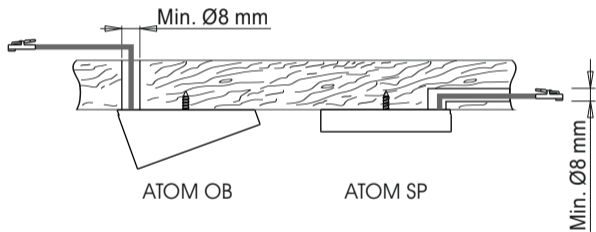

Fig 6
- If necessary, bore a $\varnothing \geq 8\text{mm}$ exit hole for the power supply cable as illustrated in figure 6.
- Für den Austritt des Netzkabels ggf. eine Bohrung mit $\varnothing \geq 8$ mm ausführen (siehe Abb. 6).
- Si besoin, pratiquer pour la sortie du câble d'alimentation un trou de $\varnothing \geq 8\text{mm}$, comme indiqué sur la figure 6.